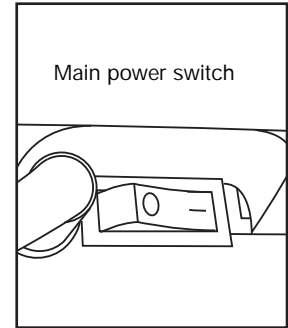

Fig. 3a
- 14. Main power switch (Fig. 3a)